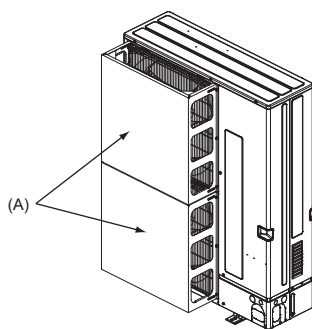

Fig. 2-4
- (2) Installer un guidage d'air et un guidage de sortie d'air en option si l'appareil a été placé à un endroit où les vents violents d'un typhon, etc. peuvent directement s'engouffrer dans la sortie d'air. (Fig. 2-4)